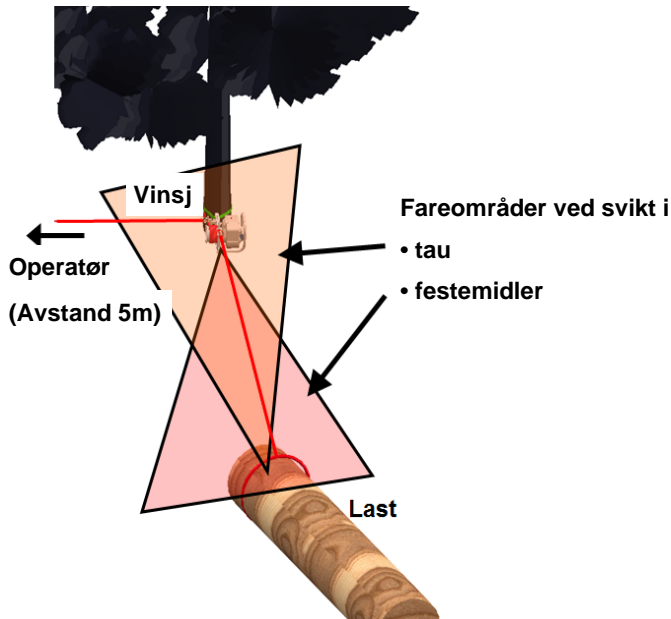
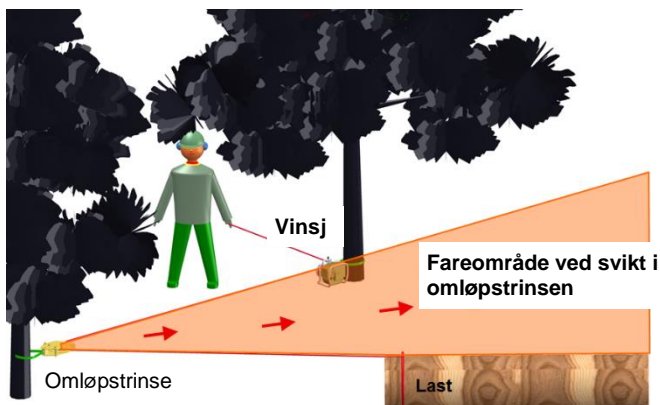

Fig. 1: Fareområder ved svikt i tau eller festemidler
Fig. 2: Fareområde ved svikt i en anvendt omløpstrinse
13. Opphold under hengende eller skrånende last såvel som innenfor tauvinkelen (fig. 1 og fig. 2) er forbudt.
Fareområdene vist i fig. 1 og fig. 2 må sikres tilstrekkelig før vinsjen settes i drift. Når du bruker vinsjen, pass på å holde en avstand på minst 5 m fra vinsjen.
Før du starter arbeidet, sørg for at faresonen er ryddet (se fig. 2).